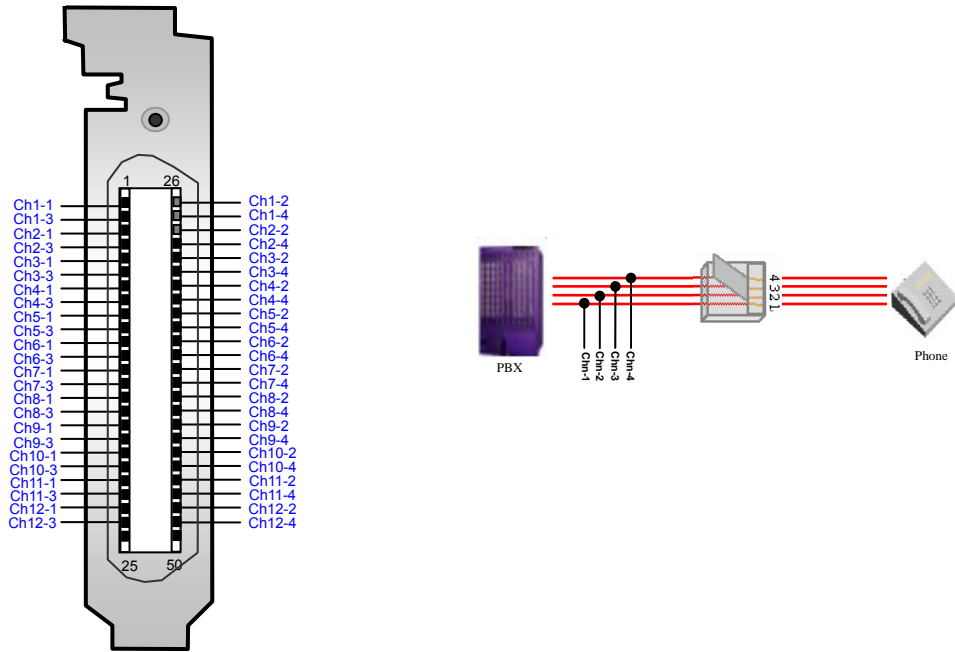

图 2-20
- 3) NOTEL M2250 数字话机: 将电话机与交换机之间的 1、2 两线分别并接到 CHn-1 和 CHn-2, 3、4 两线分别并接到 CHn-3 和 CHn-4, 如图 2-20。